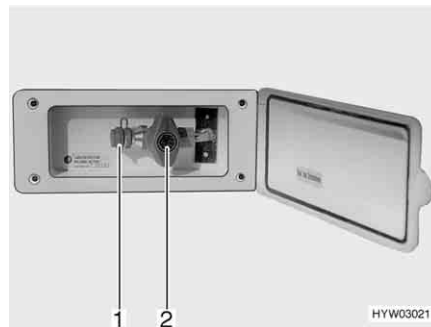

Fig. 158 Presa gas esterna (rubinetto di arresto del gas chiuso)
La presa gas esterna (Fig. 158) si trova, a seconda del modello, nella parte posteriore o sul lato destro o sinistro del veicolo.
- Collegare l'apparecchio a gas esterno all'attacco (Fig. 158,1).
- Aprire il rubinetto di arresto del gas (Fig. 158,2).